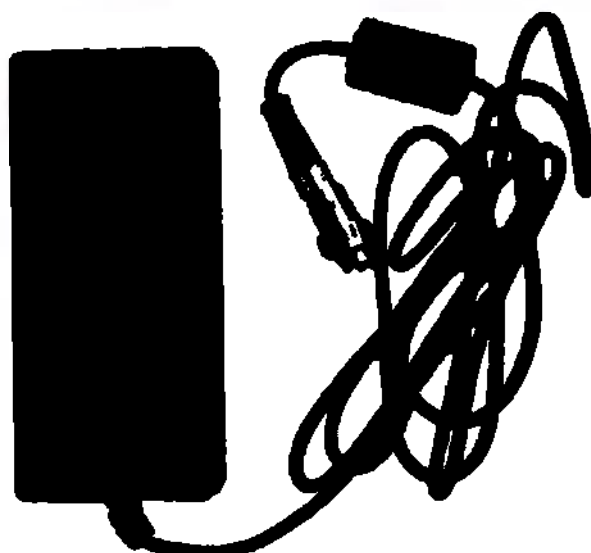

Рисунок 128 - Сетевой адаптер автоматического податчика масла
1. Сетевой адаптер (Рисунок 128);